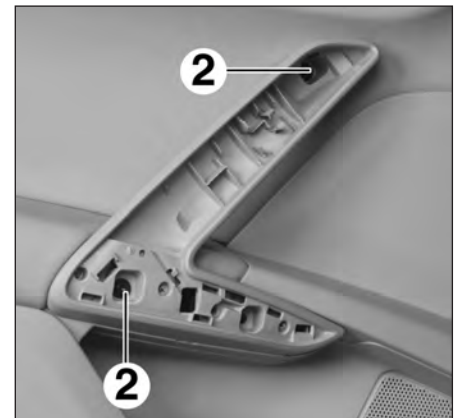

FIG.57
- Déposer les vis (2) (Fig.57).